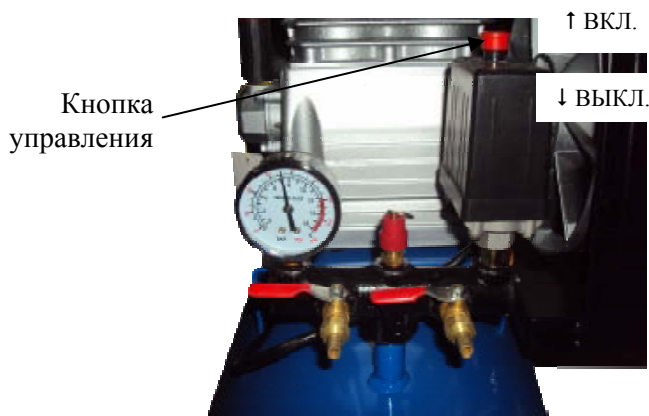

Рис. 4
- (1) Установите компрессор на ровную горизонтальную поверхность в чистом, сухом, хорошо проветриваемом месте, защищенном от воздействия атмосферных явлений. Интервал температур окружающей среды +5...+35°C. Напряжение в электросети может отличаться от номинального значения не более чем на 5%.
- (2) После снятия упаковки убедитесь в целостности агрегата, отсутствии следов ударов и механических повреждений, проверьте комплектность. Установите колеса и резиновые прокладки, если они не были установлены. Установите воздушный фильтр, если он не был установлен.
- (3) Уровень масла должен быть в пределах красного кружка на масломерном окошке.
- (4) Рекомендуемое компрессорное масло: **LOTOS SIGMUS L-DAB 100 («зимнее») или L-DAB 150 («летнее»)** или аналогичное.
- (5) Откройте выпускное отверстие, потяните кнопку на датчике давления воздуха (рис.4), дайте поработать компрессору в течение 10 минут на холостом ходу, чтобы компрессорное масло попало на все подвижные части. Закройте выпускное отверстие для эксплуатации в нормальном рабочем режиме.